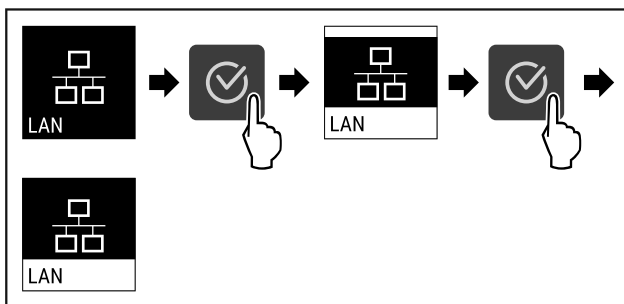

Fig. 81
- ▶ Hajtja végre a művelet lépéseit (lásd Fig. 81).